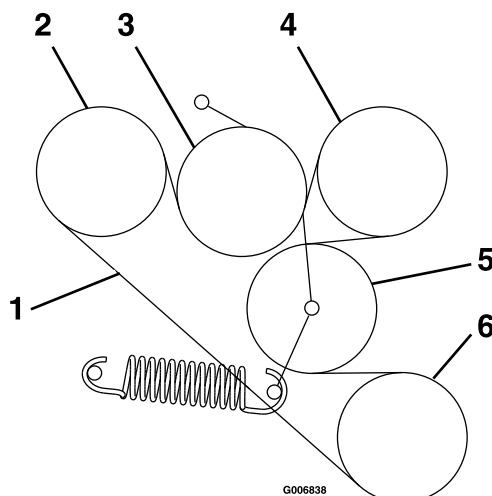

Figure 51
6. Acheminez la courroie neuve sur les poulies comme montré sur l'autocollant situé au dos de la protection d'entraînement gauche (Figure 51).